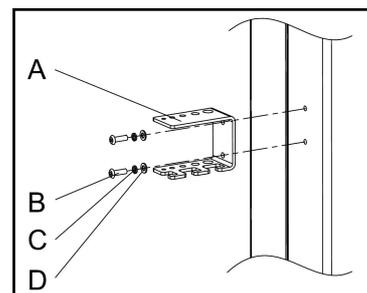

Abb. 7
5.5 Werkzeugaufbewahrungshaken (Abbildung 7.)